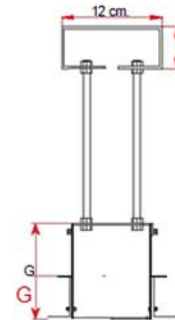

Figur 5a
5) Fixieren Sie die Montageklappen (F) am linken und rechten Ende des Leinwandgehäuses. Achten Sie auf eine exakte Montage gemäß der Figur 5a.